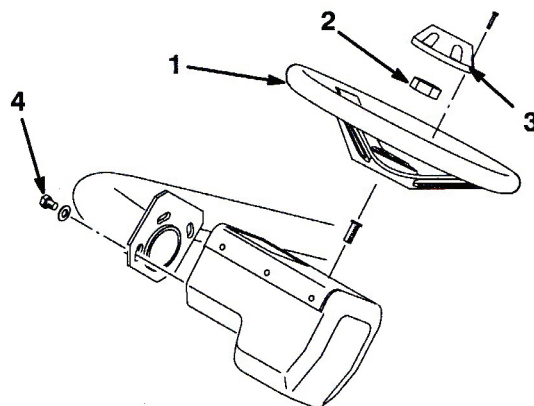

図8
1. ステアリングシャフトにハンドルをはめ、ジャムナットで固定する（図8）。4.4 kg.mにトルク締めする（43 N・m）。
2. キャップを取り付け、ネジで固定する（図8）。
注：オペレータの体格や好みに合わせてハンドル位置を前後に調整することができます。調整は、3個の取り付けネジをゆるめて行います（図8）。